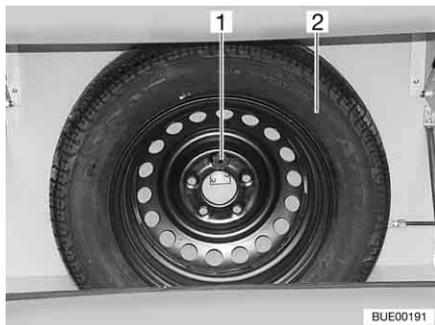

Bild 212 Ersatzrad-Halterung
Die Ersatzrad-Halterung ist im Gaskasten angebracht. Das Ersatzrad (Bild 212,2) ist gegen Aufpreis erhältlich.
- Schraube (Bild 212,1) lösen.
- Ersatzrad (Bild 212,2) entnehmen.